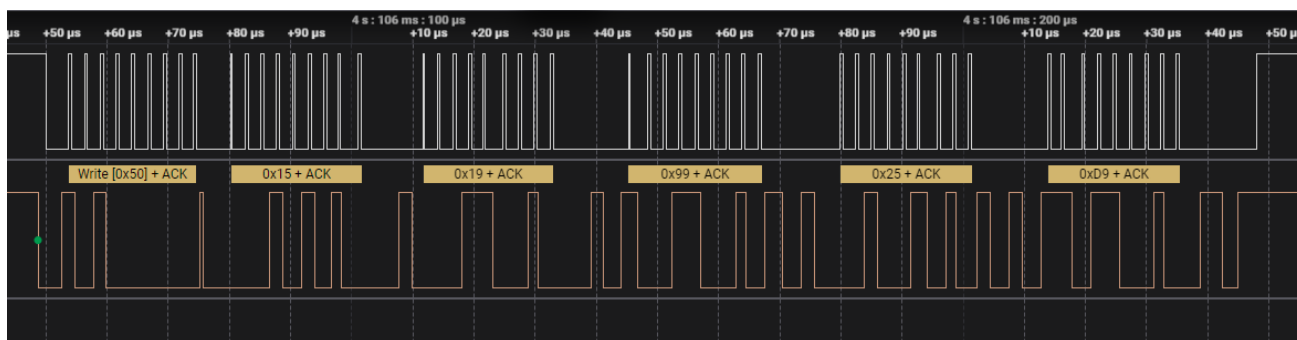

图 1
- a) 当与 CH341T_I2C_V104 上位机通信,速率选择 400K 时,以代码 “IIC_Slave_带数据地址收发” 为例: 主机发送从机地址和写命令后,发送数据字地址 0x0A,连续发送 6 个数据: 0x11, 0x22, 0x33, 0x44, 0x55, 0x66, 下图 1 为发出数据波形图,数据异常;